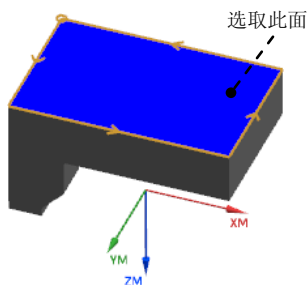

图 2.20 指定修剪边界
Step2. 在 **修剪侧** 区域中选中 **外部** 单选项, 然后在图形区中选取图 2.20 所示的面; 单击“修剪边界”对话框中的按钮, 系统返回到“深度加工轮廓”对话框。